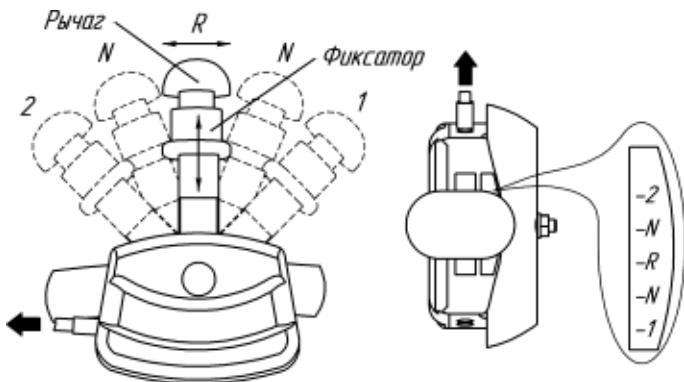

Рис.5 Рычаг переключения передач мотоблока МБ23 МультиАГРО
Для модификаций МБ23 переключение передач производится перемещением рычага на руле (рис.5): две передачи вперед (1 и 2), одна – задний ход (R), промежуточное положение – нейтральное (N).
Для переключения передачи отпустите рукоятку сцепления, выжмите фиксатор, потянув его вверх и не отпуская его, переведите рычаг переключения передач в необходимое положение, соответствующее выбранной передаче, а затем отпустите фиксатор и убедитесь, что рычаг зафиксировался в данном положении (рис.5). Механизм переключателя передач имеет оригинальную конструкцию, которая включит выбранную передачу под воздействием пружинного "доводчика" после включения сцепления. При необходимости механизм переключения передач можно отрегулировать по методике описанной в разделе 19.